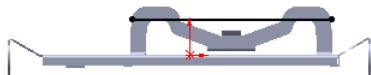
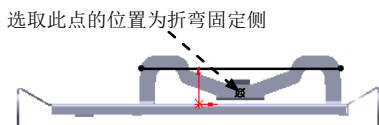

图 6.68 绘制的折弯线
图 6.69 固定侧的位置
② 定义折弯线草图。在草图环境中绘制图 6.68 所示的折弯线。
③ 选择下拉菜单 **插入(I)** → **退出草图** 命令，退出草图环境，此时系统弹出“绘制的折弯”对话框。
(3) 定义折弯固定侧。在图 6.69 所示的位置处单击，确定折弯固定侧。
(4) 定义钣金参数属性。在 **折弯参数(P)** 区域的 文本框中输入折弯角度 90.0，在 **折弯位置:** 区域中单击“折弯中心线”按钮。
(5) 单击 按钮，完成绘制的折弯 7 的创建。